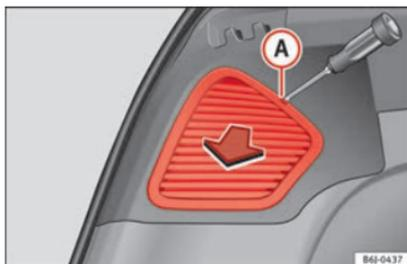

Fig. 111 Luzes na lateral.
- Retire essa tampa com a ajuda de uma chave de fendas, inserindo-a na ranhura indicada **(A)** »» **Fig. 111**.